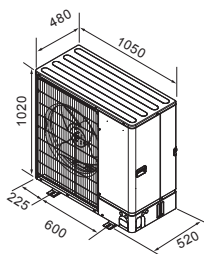

Fig. 2-2
2.3. Rozměry jednotky (vnější jednotka) (Fig. 2-2)